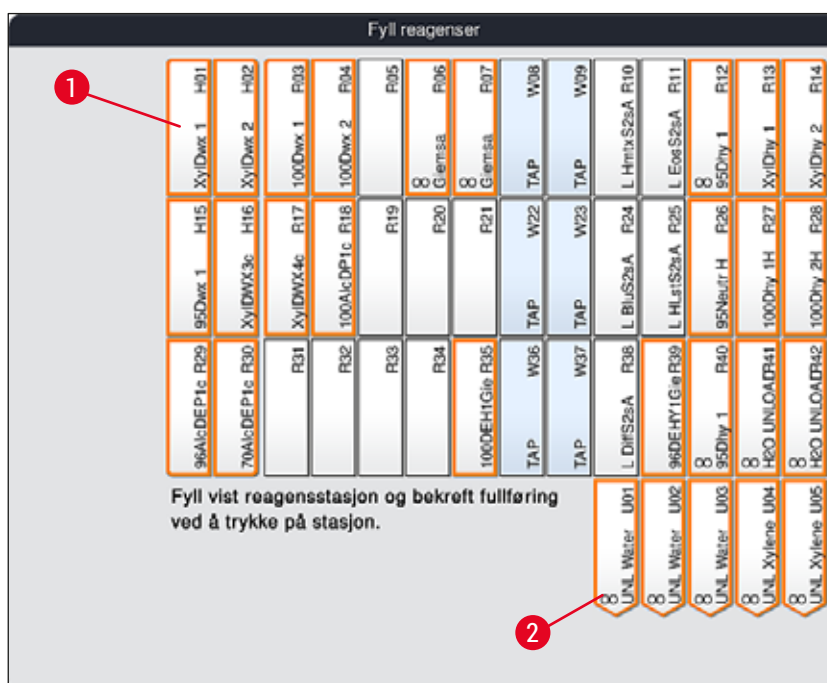

Fig. 56
- I det nye vinduet **Fyll reagenser** (→ "Fig. 56") er stasjonene som skal fylles, merket med oransje (→ "Fig. 56-1").
Bare brukerdefinerte reagenser og reagenser som er lagt til Leica-fargeprogrammene vises med oransje markering (→ "Fig. 56"). Deretter skannes reagensene fra Leica-reagenssettet (→ S. 79 – Fylle reagenser i Leica-reagenssettet).